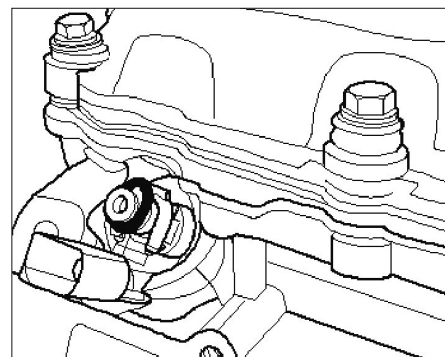

Fig. 37
- Déposer le joint torique de l'injecteur (Fig.37).